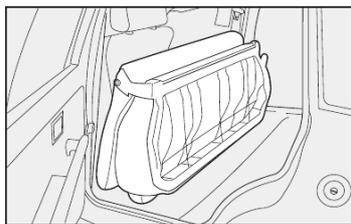

fig. 63
4) Em seguida, rebater o banco traseiro inteiro para a frente de maneira a obter uma única superfície de carga fig. 63.